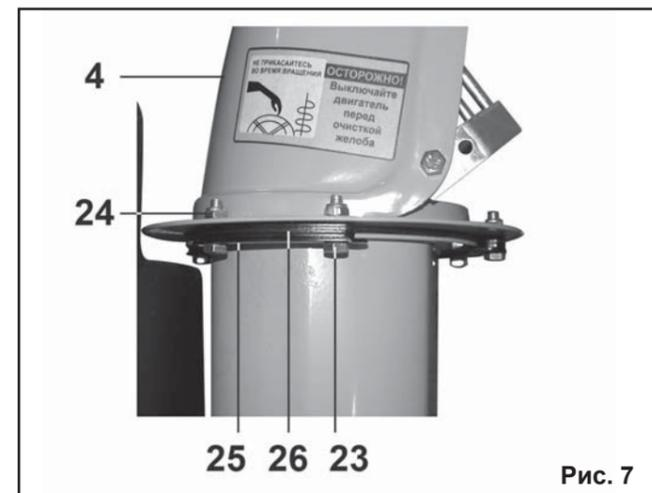

Рис. 7
**6.4. Установка желоба (Рис.7).**